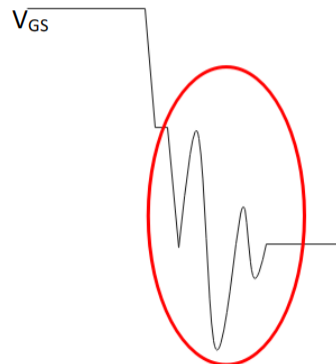

图 8-4 栅极振铃现象
- 1) 栅极信号振铃，导致 MOS 损坏（如图 8-4 所示）；